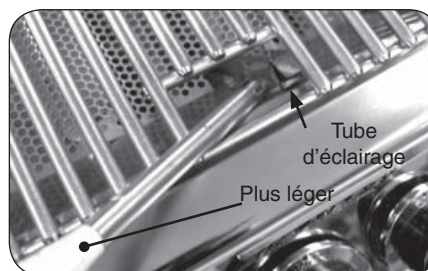

Fig. 18-2 - Éclairage manuel
2. Passez un allumeur brûlant de butane de long-baril ou une allumette brûlante de long-tige dans la grille à cuire s'ouvrant au dessus du tube d'éclairage. (Fig. 18-2). Pour des backburners, tenez la flamme contre le matériel perforé du backburner.
4. Si le brûleur ne s'allume pas, enfoncez immédiatement le bouton et tournez la valve à AU LOIN. ATTENDEZ CINQ (5) MINUTES avant de répéter les étapes 2 à 4 des instructions manuelles d'éclairage.